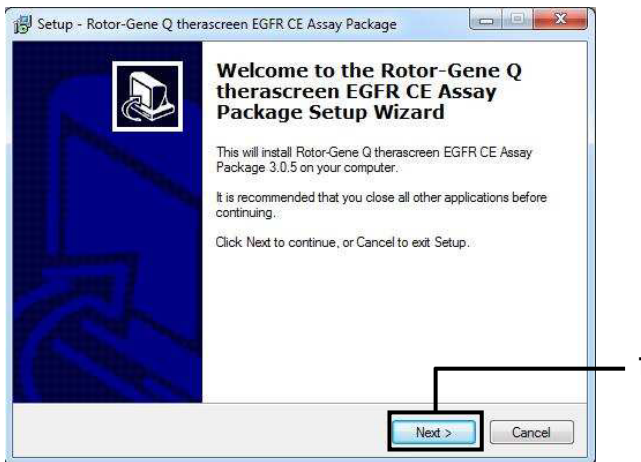

Figure 41. Boîte de dialogue du Setup Wizard (Assistant d'installation) (1 = « Next » [Suivant]).
4. Cliquer sur Next (Suivant) pour continuer (figure 41).